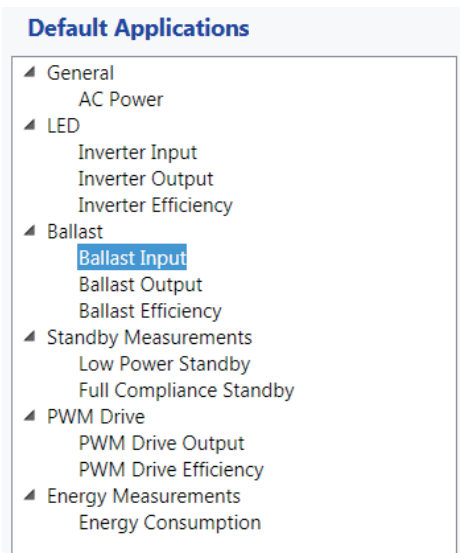

图 4. 镇流器设置窗口。
- 在 Default Applications(默认应用)列表中选择 Ballast Input(镇流器输入)(参见图 4)，然后点击 Wizard 按钮，设置镇流器测试。
- 根据主屏窗口中的 Wizard 设置说明进行操作。Wizard 将引导您完成镇流器参数设置，说明怎样连接 PA1000 和被测镇流器(参见图 4)。